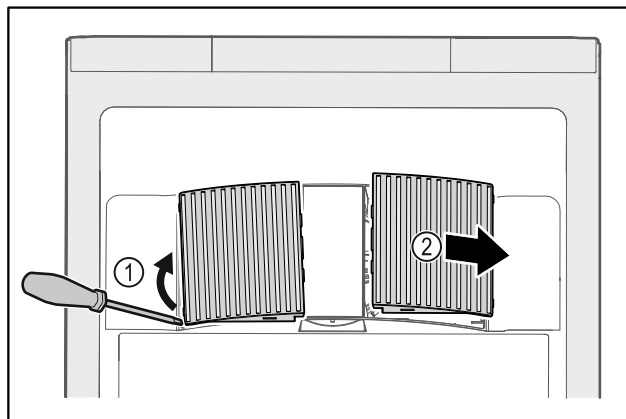

Fig. 104
- ▶ Ostrożnie podważyć osłony wentylatora z boku Fig. 104 (1) i zdjąć do przodu Fig. 104 (2).